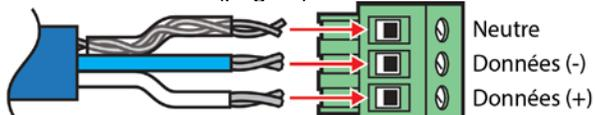
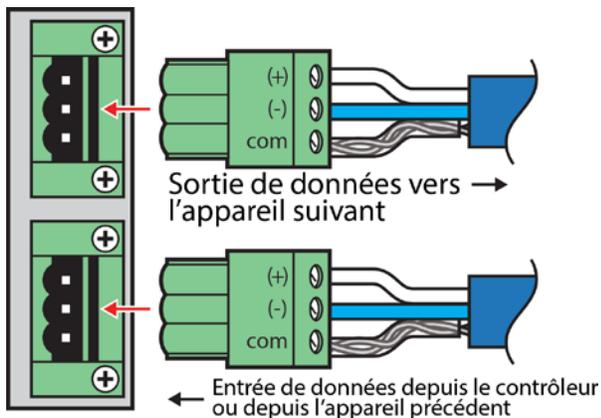

Figure 2. Broches de la sortie du DMX pour le câble CAT5.
Figure 3. Emplacement des prises d'entrée et de sortie de données sur le luminaire.
4. Installer les connecteurs 3 positions fournis sur le câble du DMX (voir figure 2) et les brancher sur les luminaires (voir figure 3). Isoler les fils de blindage nus pour éviter les courts-circuits à la terre.